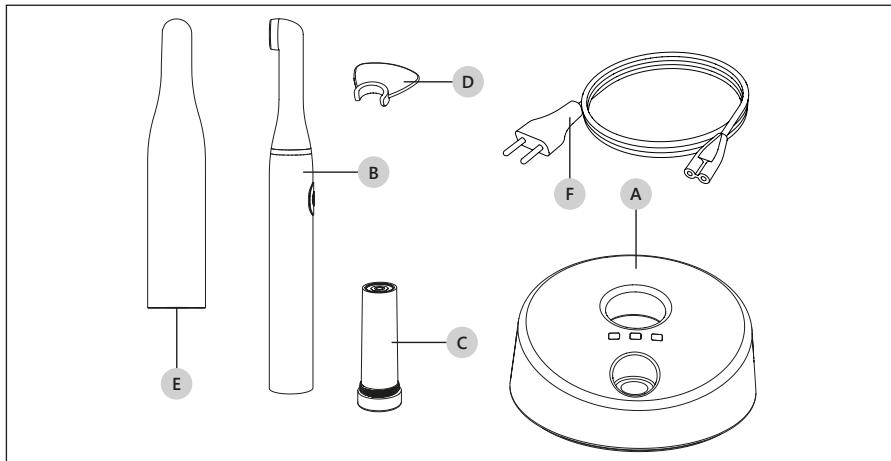
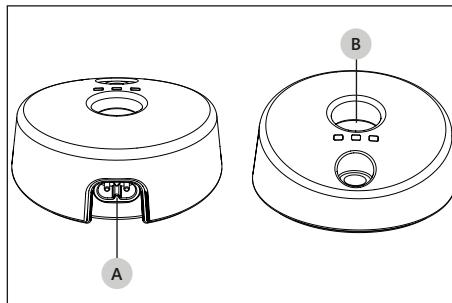

Figura 5 – Elenco dei Componenti
Figura 6 – Base di ricarica.
⚠ ATTENZIONE: Ricaricare la batteria utilizzando esclusivamente la stazione di ricarica Mectron (Figura 5 a pagina 8 - Rif. A). Non tentare la ricarica con carica batterie generici. Pericolo di esplosioni e di incendio.
Fare riferimento alla Figura 5 a pagina 8:
⚠ PERICOLO: Non introdurre oggetti metallici nel portamanipolo della stazione di ricarica (Figura 6 a pagina 10 - Rif. B) quando l'apparecchio è acceso.
2. Inserire il cavo di alimentazione dell'energia elettrica (Figura 5 a pagina 8 - Rif. F) nella connessione posta sul retro dell'apparecchio (Figura 6 a pagina 10 - Rif. A) e quindi nella presa a muro. Il LED verde "power" si accenderà (Tabella 1 a pagina 11 - Rif. A).
1. Inserire il manipolo, completo di modulo batteria, dentro la sede della stazione di ricarica (Figura 6 a pagina 10- Rif. B). Il LED giallo battery si accende (Tabella 1 a pagina 11 - Rif. B).
1. Inserire il manipolo dentro la sede della stazione di ricarica (Figura 6 a pagina 10- Rif. B). Il LED giallo battery si accende (Tabella 1 a pagina 11 - Rif. B).